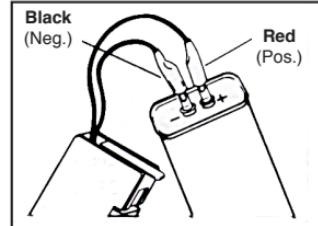

Fig. 2
3. Branchez les pinces pour essai au condensateur en vérifiant la polarité si vous contrôlez l'electrolytique. (Fig. 2)